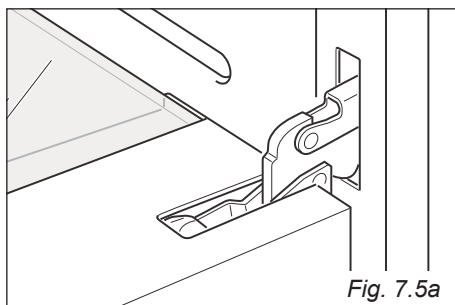

Fig. 7.5a
- Ouvrir complètement la porte du four (fig. 7.5a).